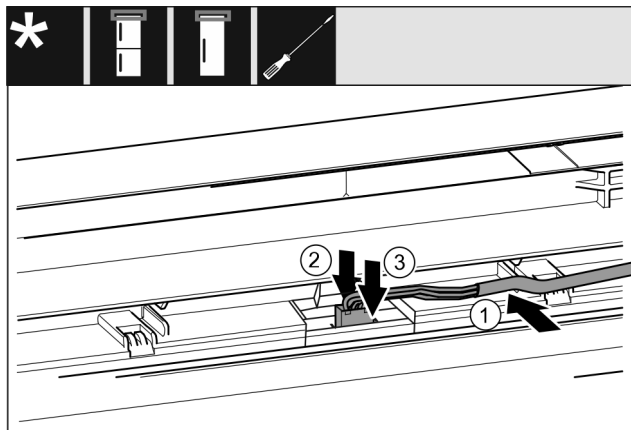

Fig. 44
- ▶ Вставте сірий кабель в напрямлюючу в верхніх дверцятах. Fig. 44 (1)
- ▶ Притисніть фіксувальний виступ назад. Fig. 44 (2)
- ▶ Зафіксуйте штекер. Fig. 44 (3)